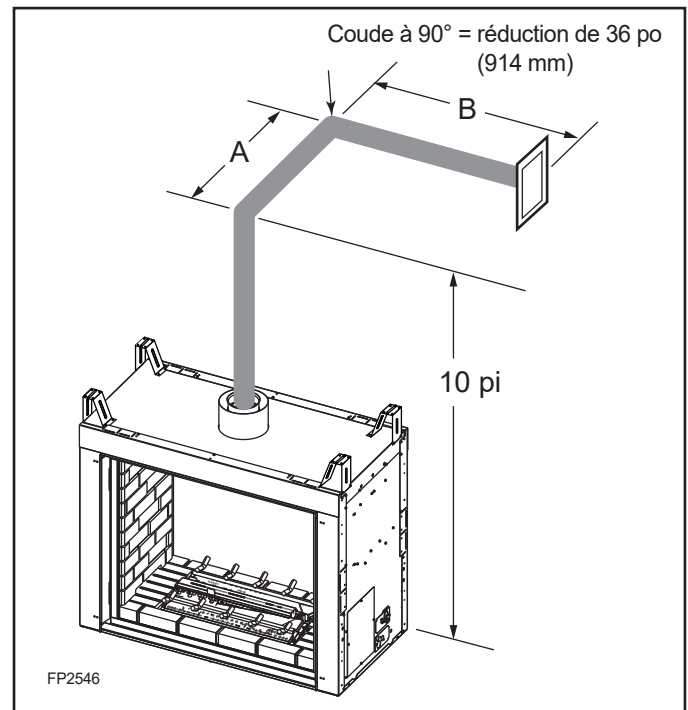

Figure 5.7 Réduction de la longueur horizontale
- Si un coude à 90° est utilisé dans la section horizontale du conduit d'évacuation (en conservant le même niveau), la longueur de la section horizontale est réduite de 36 po. Voir la figure 5.7. Ceci ne s'applique pas si les coudes à 90° sont utilisés pour augmenter ou rediriger une section verticale.
Dans la figure 5.7, la somme des dimensions A et B ne doit pas dépasser 14½ pi (4,4 m).